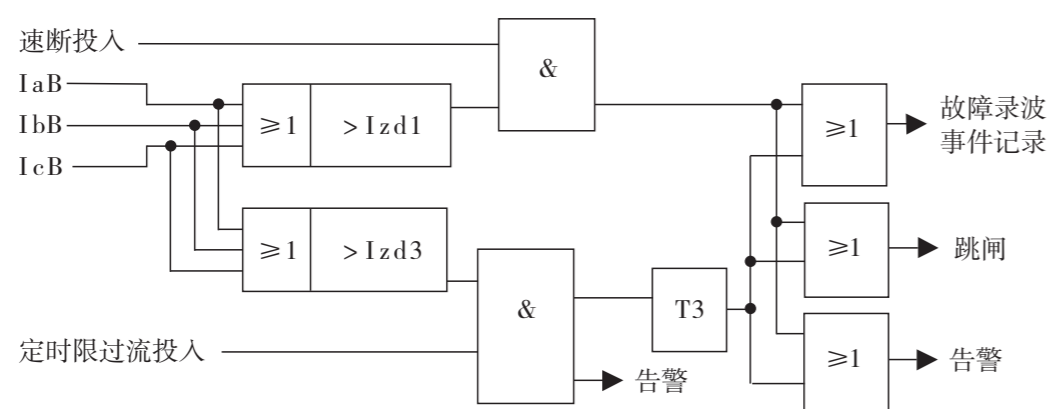

图 7-1 电流速断、定时限过流保护逻辑框图
- YZ100-DR交流原理图(附图7-1);
附图7-1: YZ100-DR交流原理图